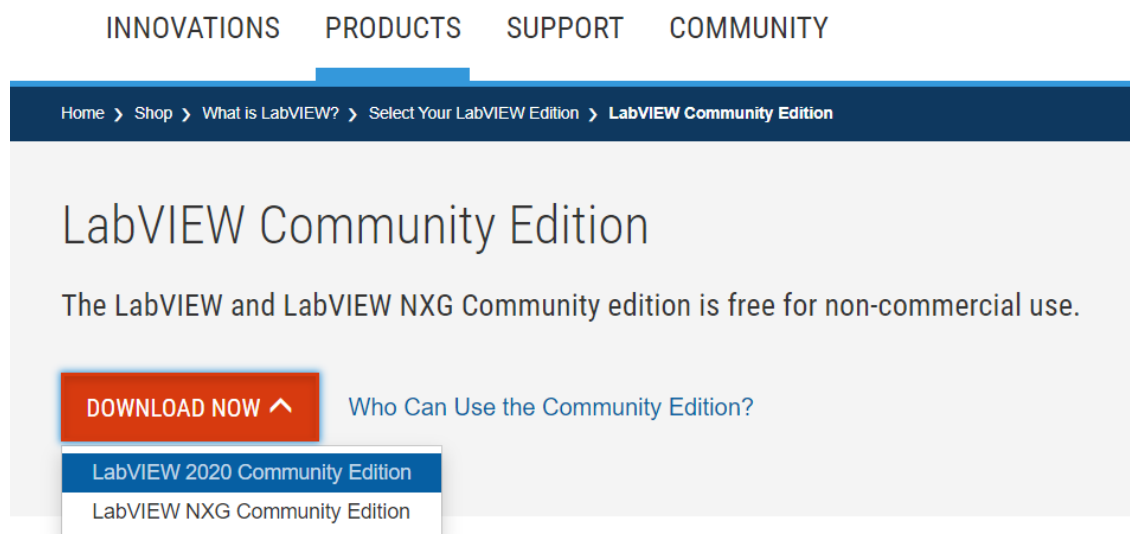

図 2-7 ダウンロード画面
2. 「DOWNLOAD NOW」 から、「LabVIEW 2020 Community Edition」 をクリックします (図 2-7)。